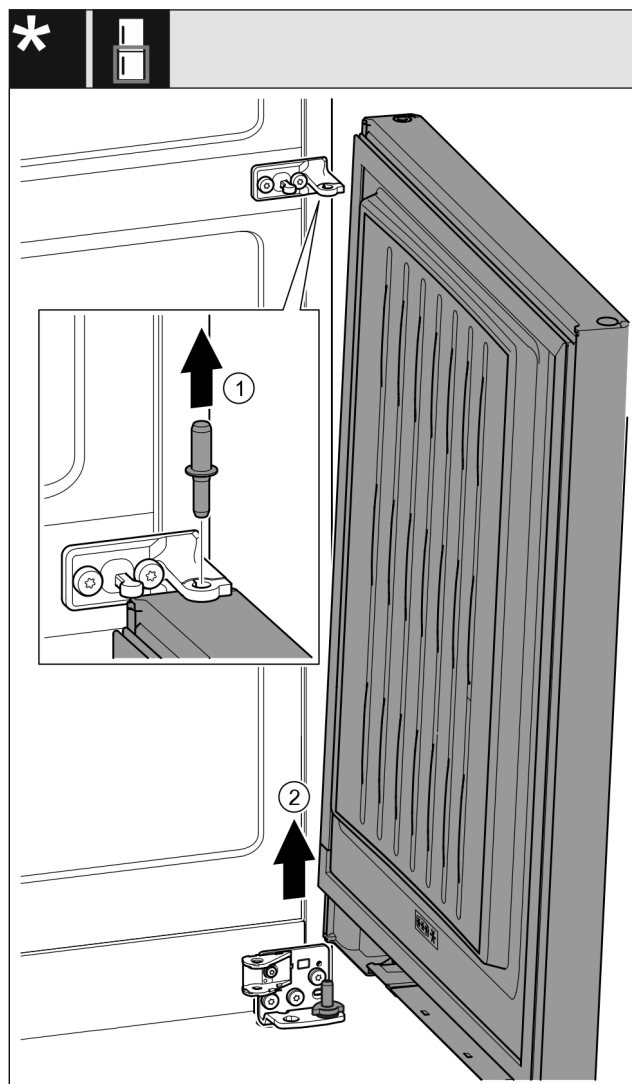

Fig. 18 Avec amortisseur de fermeture*
- Retirer l'axe Fig. 18 (1) par le haut.*
- Faire pivoter la porte Fig. 18 (2) vers l'extérieur, la retirer par le haut et la mettre de côté.*